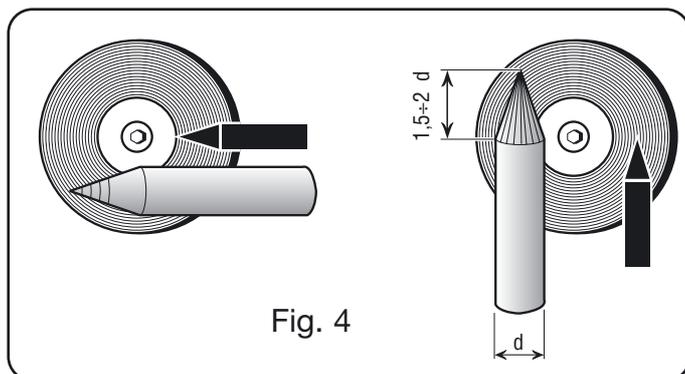

Fig. 4
E' necessaria una particolare attenzione nella preparazione della punta dell'elettrodo. Smerigliarla in modo che presenti una rigatura verticale come indicato in fig.4.
• Smerigliare l'estremità dell'elettrodo di tungsteno in forma conica per una lunghezza di 1,5 - 2 volte il diametro dell'elettrodo.(fig. 4)